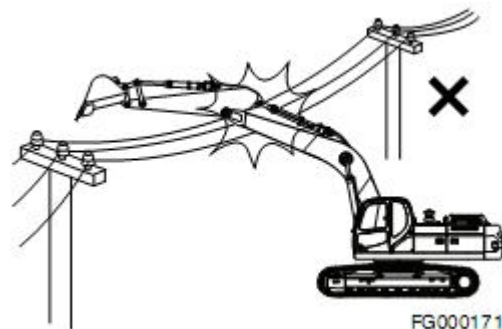

Рисунок 64
11. Убедитесь в наличии необходимого зазора между экскаватором и вышерасположенными электропроводами и линиями электропередач. См. рисунок 64.